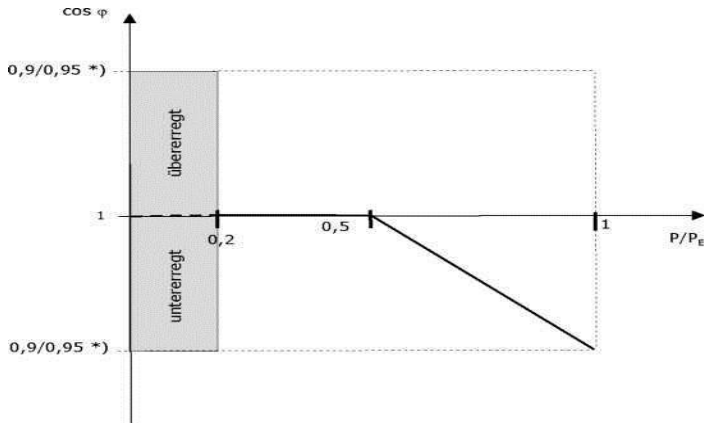

Bild 1: $\cos \varphi$ (P)-Kennlinie nach Kap. 9.2 b) und Kap. 9.2 c)
$\cos \varphi$ (P)-Kennlinie nach Bild 1 bis max. $\cos \varphi = 0,95_{\text{untererregt}}$
$\cos \varphi$ (P)-Kennlinie nach Bild 1 bis max. $\cos \varphi = 0,90_{\text{untererregt}}$